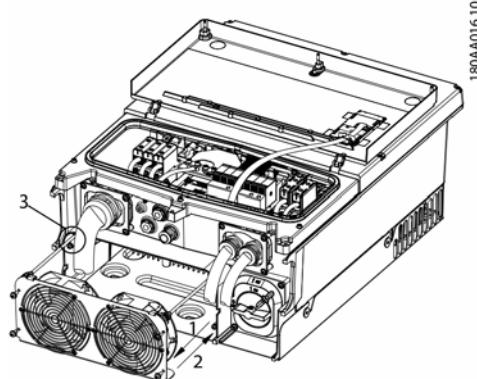

Figure 1.4
- Refirez l'unité de ventilateur. Voir (1) et (3) dans la figure 1.4.
- Guidez les deux câbles noirs dans les ouvertures de la partie inférieure de l'onduleur (un câble à chaque côté). Voir (3) dans la figure 1.4.
- Insérez l'unité de ventilateur nouveau. Voir (2) dans la figure 1.4. Guidez les câbles dans l'intérieur de l'onduleur et poussez l'unité de ventilateur dans le boîtier. Serrez les quatre vis (couple de serrage : 2,5 Nm).